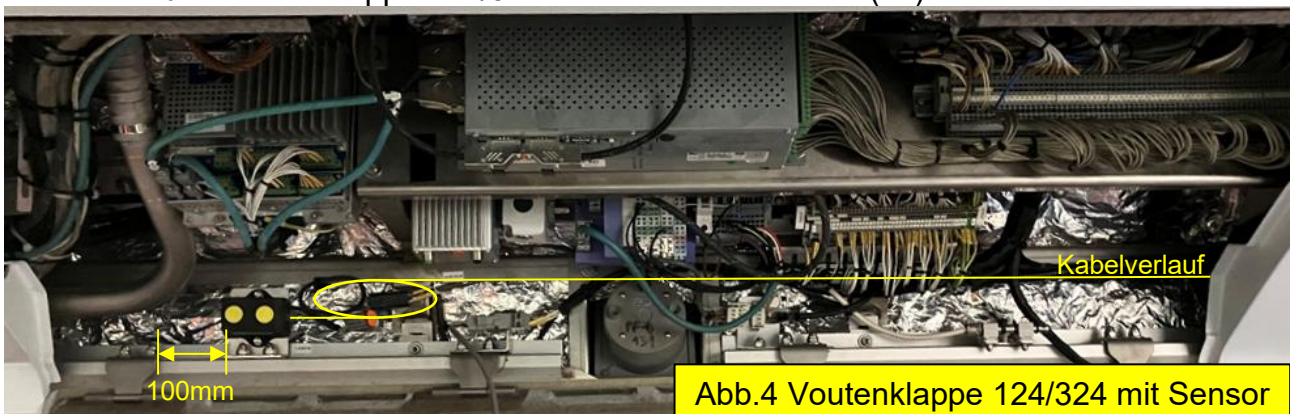

Abb.4 Voutenklappe 124/324 mit Sensor
- Halter mittels 2x Nutenstein (Pos.27 Mat.-Nr. 110680), 6kt-Schrb. M8x20 (Pos.28 Mat.-Nr. 16541), U-Scheibe (Pos.29 Mat.-Nr. 41614) und Hutmutter M8 (Pos.30 Mat.-Nr. 111076) 100mm neben den linken Klappenhalter montieren (Abb.4).
- **Kabel (Mat.-Nr. 147646) mit Reserveschlaufe** (Reserve sollte reichen, um den Stecker direkt am Sensor zu montieren) im PMA-Schlauch (Mat.-Nr. 114952) vom Sensor (Abb.4) über die seitliche Türvoute (mittels Rundschlüssel 2x öffnen) (Abb.5) in den Sitzkasten verlegen.
- Halter mittels 2x Nutenstein (Mat.-Nr. 110680), 6kt-Schrb. M8x20 (Mat.-Nr. 16541), U-Scheibe (Mat.-Nr. 41614) und Hutmutter M8 (Mat.-Nr. 111076) 100mm neben den linken Klappenhalter montieren (ähnlich Abb.4).